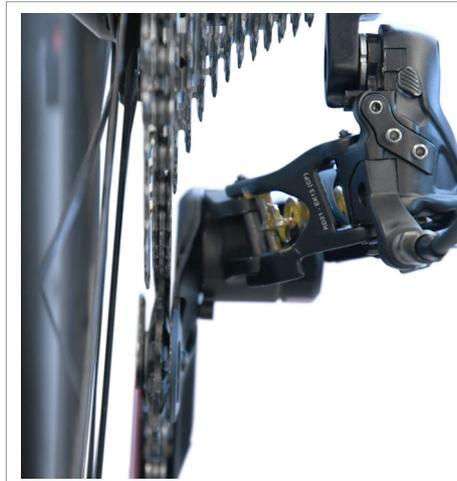

Fig.19
- Positionnez la chaîne sur l'avant-dernier pignon, celui qui se trouve à côté du plus grand pignon (Fig.19).